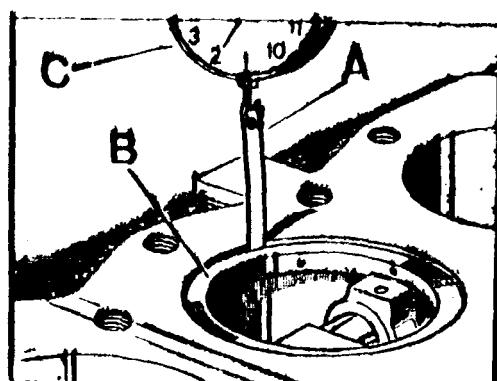

Fig. A3-89 Comprobación del juego del pistón
- 2.1. En el caso de que quiera comprobarse el juego entre pistón y cilindro, introducir una galga, A (Fig. A3-89) 0,11-0,13 mm. de espesor, a lo largo del lado-derecho del cilindro y seguidamente introducir el pistón correspondiente al cilindro en posición invertida, V, de tal manera que el eje del bulón quede paralelo al eje del motor. Introducir el pistón hasta que la falda ocupe la posición del segmento superior. Conectar un dinamómetro al orificio de la gal-